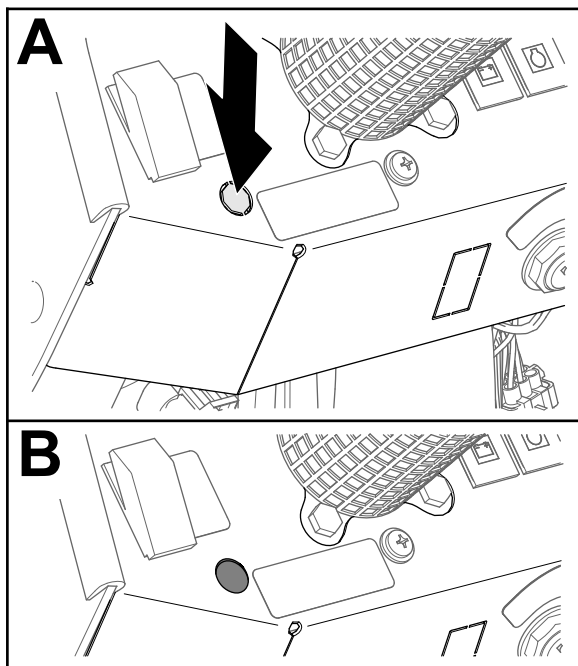

Figura 24
1. Rimuovete il copriforo rotondo dalla plancia, come illustrato nella Figura 24.